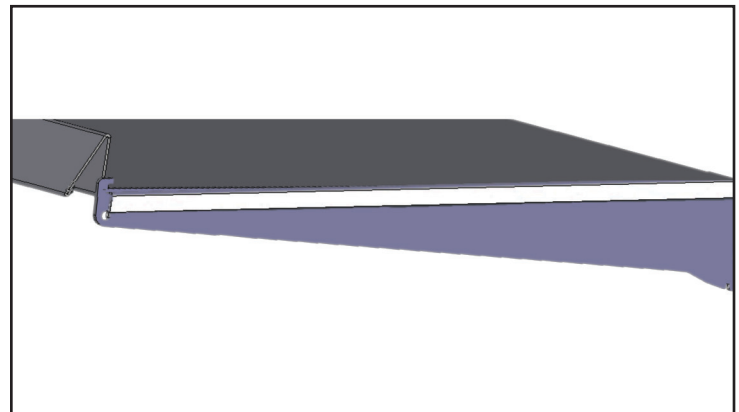

Abb. 3. Korrekter Einbau der Regalbretter.
- c. Wenn das Regalbrett nicht mehr auf der Regalauflagenase liegt, schieben Sie das Regalbrett nach vorne, bis sich die Vorderseite des Regalbretts unter der vorderen Regalauflagenase befindet. Wenn das Regalbrett richtig installiert ist, wird das Regalbrett zwischen den eingekerbten Bereichen in den Regalhalterungen gehalten. Siehe Abb. 3.